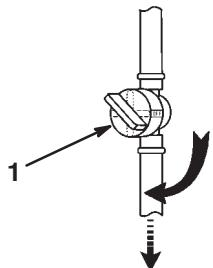

Figure 9
- Ouvrez l'arrivée de carburant située entre le réservoir de carburant et le moteur (Fig. 9).